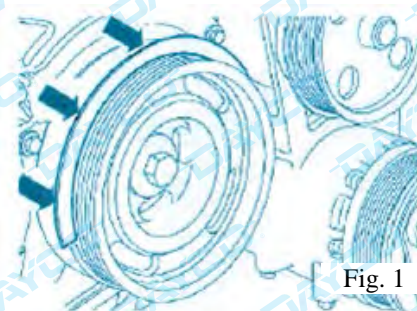

Fig. 1
- Meta el utensilio con forma de semicírculo en la brida central de la polea del cigüeñal (Fig.1).